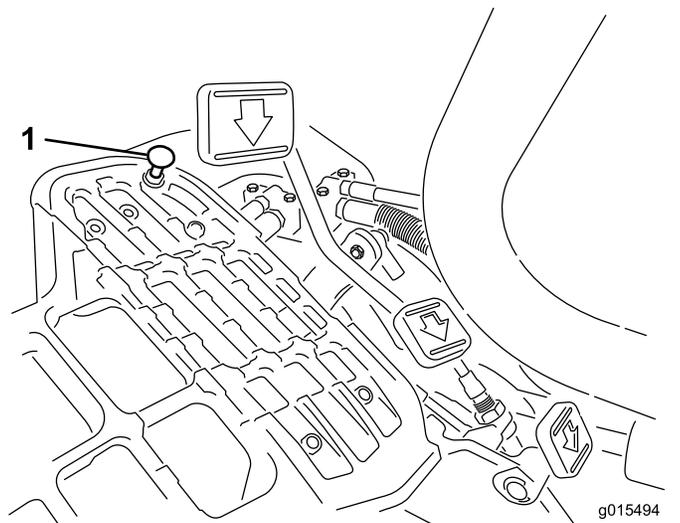

Рисунок 32
Для получения максимальной транспортной скорости переведите рычаг управления трансмиссией в положение ТРАНСПОРТИРОВКИ и нажмите на педаль управления тягой. Если педаль касается упора (Рисунок 32) до того, как на тросике начинает ощущаться натяжение, выполните следующую регулировку:
1. Переведите рычаг управления трансмиссией в положение ТРАНСПОРТИРОВКИ и ослабьте контргайку, которая крепит упор педали к полу (Рисунок 32).